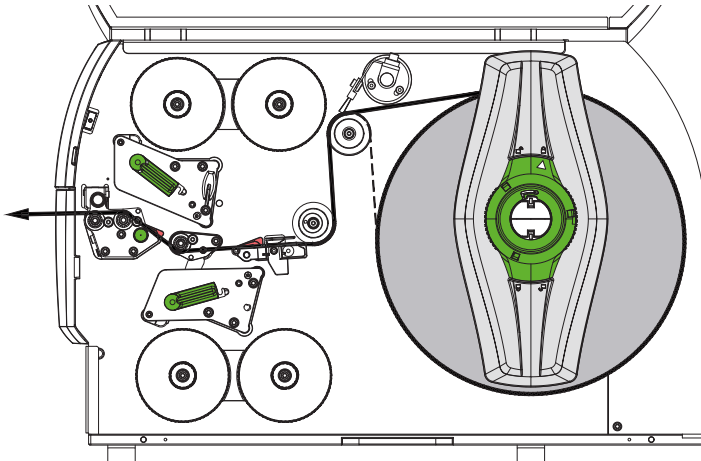
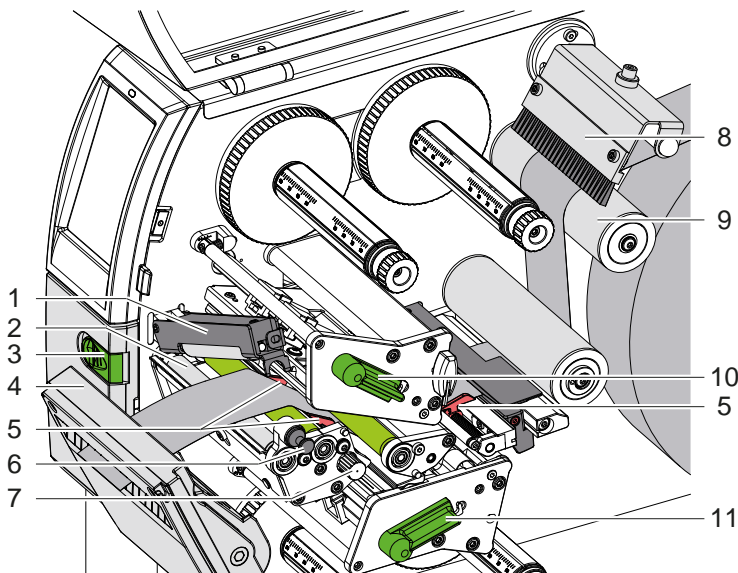

Figura 12 Recorrido del material
Figura 13 Colocación del material en el mecanismo de impresión
1. Desbobinar la tira de material del carrete y guiar hasta el mecanismo de impresión conforme a Figura 12.
2. Tirar del pasador de bloqueo (6). El rodillo de tracción secundario (1) se abate hacia arriba.
3. Girar la palanca (10) en sentido antihorario y girar la palanca (11) en sentido horario para levantar los dos cabezales.
4. Apartar escobilla (8) del rodillo de inversión (9).
5. Separar las guías (5) girando el botón (7) hasta que el material quepa entre ellas.
6. Pasar el material como en la Figura 13 por las dos unidades de impresión hasta el rodillo de tracción (2) y colocarlo entre las guías (5).
7. \* Dispositivos con cortador: Mover el botón (3) a un lado y apartar el módulo del cortador (4) de la impresora, pasar el material entre las cuchillas del cortador y cerrar el cortador.
8. Acercar las guías hasta los bordes del material girando el botón (7).
10. Tirar del pasador de bloqueo (6). Empujar el rodillo de tracción secundario (1) hacia abajo y bloquear con el pasador de bloqueo.
13. Cerrar la escobilla (8) en el rodillo de inversión (9).